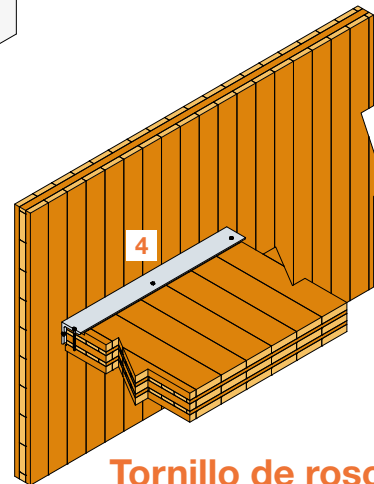

Figura 3
- cuando el listón es de acero, la fijación de la losa del forjado se realiza mediante tornillos **ESCRHRD** (figura 3).